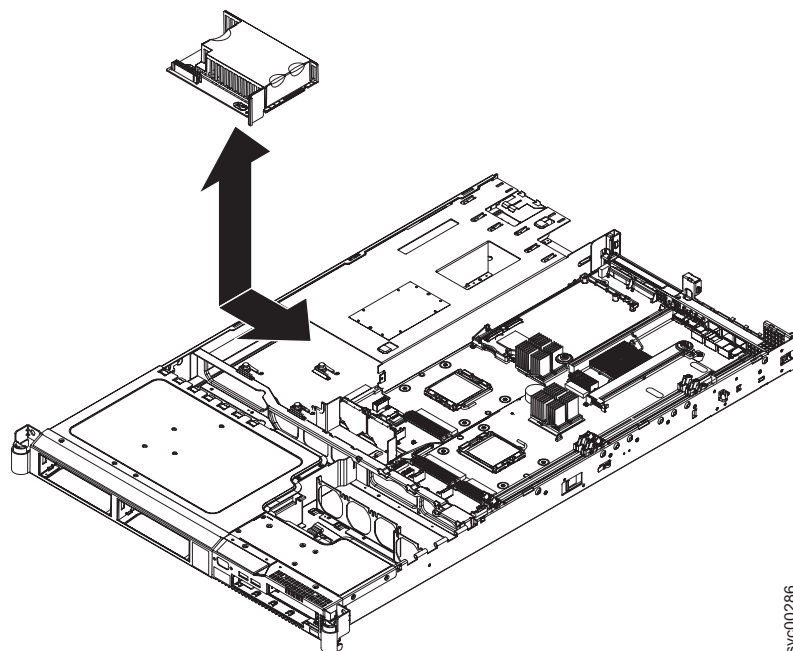

図 168. SAN ボリューム・コントローラー 2145-8G4 電源バックプレーン
4. 209 ページの図 168 に示すように、電源機構を電源機構ベイに取り付けます。